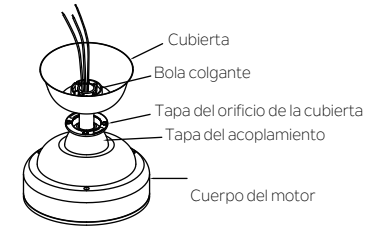

Fig. 8
Paso 4. Deslice la tapa del acoplamiento, la tapa del orificio de la cubierta y la cubierta sobre el vástago de extensión. Con cuidado vuelva a instalar la bola colgante sobre el vástago de extensión. Asegúrese de que el pasador transversal esté en posición correcta y que el tornillo de presión esté ajustado y los cables no estén retorcidos. (Fig. 8)